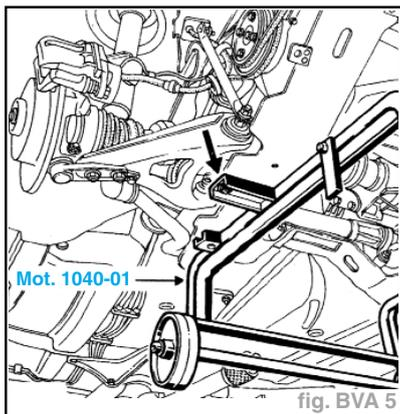

fig. BVA 5
- Mettre en place l'outil support berceau **Mot.1040-01** (fig. BVA 5).